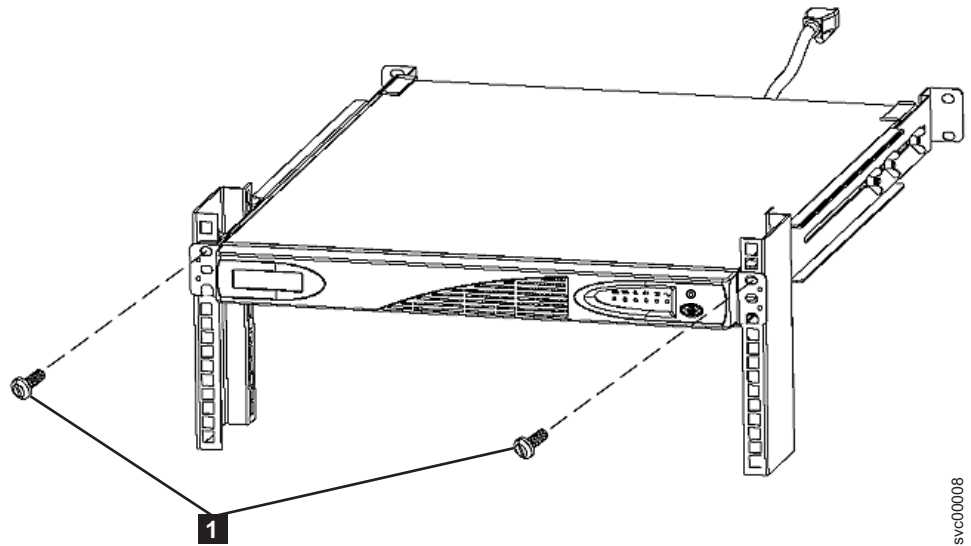

図 303. 2145 UPS-1U のねじの取り付け
9. 図 303 に示すように、2145 UPS-1U の前面で、2 つの取り付けねじ **1** を外します。